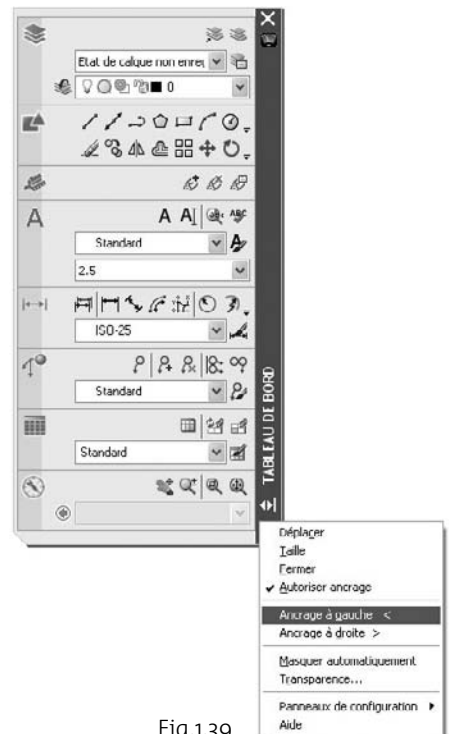

Fig.1.39
- Utilisez le menu contextuel pour contrôler le comportement du masquage automatique et de l'ancrage (fig.1.39). Avec l'ancrage, le tableau de bord est affiché sous la forme d'un bandeau étroit occupant le côté gauche ou droit de la zone de dessin.